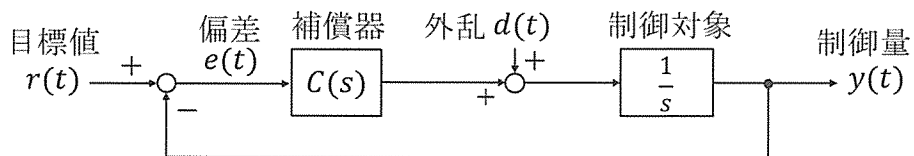

図 2
II 図 2 に示すフィードバック制御系について、次の (1) ~ (3) の問いに答えよ。制御対象と補償器の初期値はすべて 0 とする。